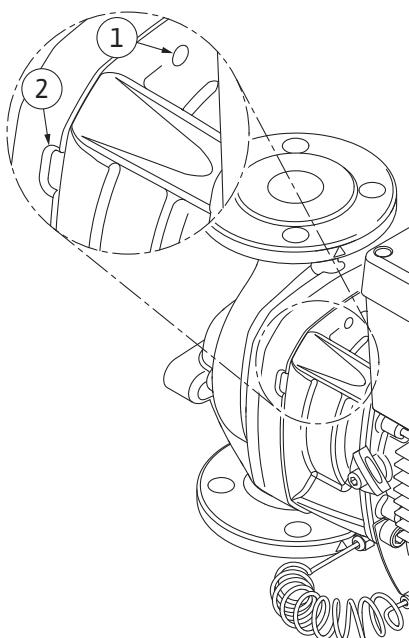

Fig. 105: Резба на корпуса и процепи за избутване на окомплектовката от корпуса на помпата
- За типа помпа (Fig. I и Fig. II) използвайте двете резби на корпуса M10 (вижте Fig. 105) и използвайте подходящи винтове, предоставени от клиента (напр. M10 x 20 mm). Прорезите (Fig. 105, поз. 2) могат да се използват и за избутване.